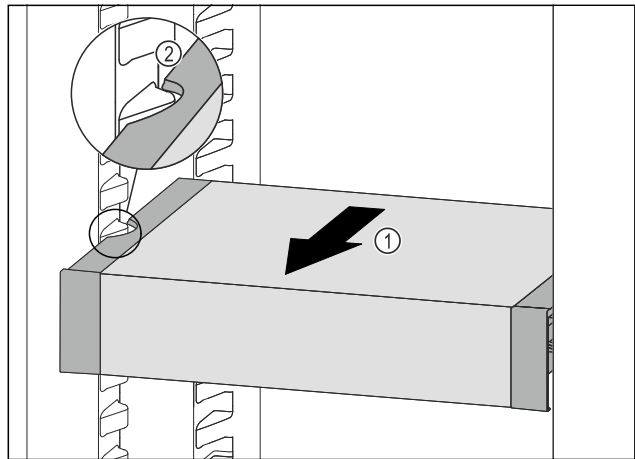

Fig. 136
- ▶ Потягнути VarioSafe вперед Fig. 136 (1), поки бокові заглиблення VarioSafe не опиняться на рівні ребра для ємності в охолоджувальному відділенні. Fig. 136 (2)